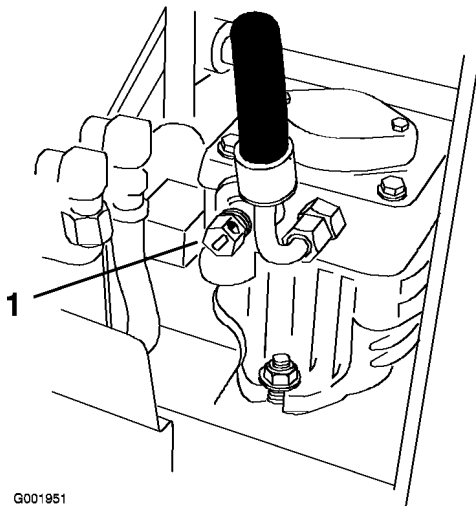

Figura 11
2. Abra las válvulas de desvío de ambas bombas girándolas 1 a 2 vueltas en el sentido contrario a las agujas del reloj. Esto permite que el aceite hidráulico se desvíe alrededor de la bomba, dejando que las ruedas giren (Figura 11).